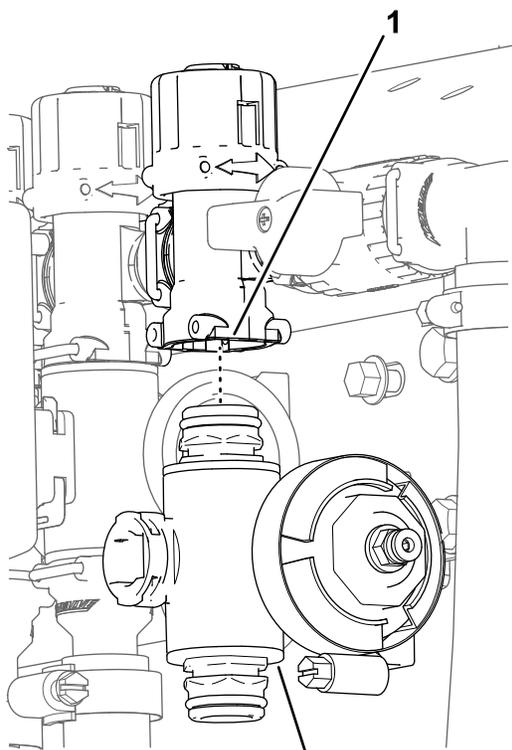

**Figure 75**
2. Retirez les étriers qui fixent le raccord de sortie au collecteur de la vanne de section et le collecteur de vanne au raccord de dérivation (Figure 75).